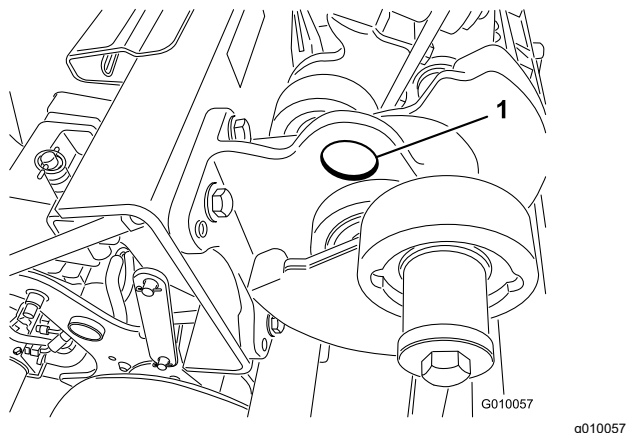

Figure 38
**Remarque:** Si possible, utilisez un pont élévateur pour soulever l'arrière de la machine. Utilisez les œillets des logements de roulements de la tête d'aération comme points de levage (Figure 38)